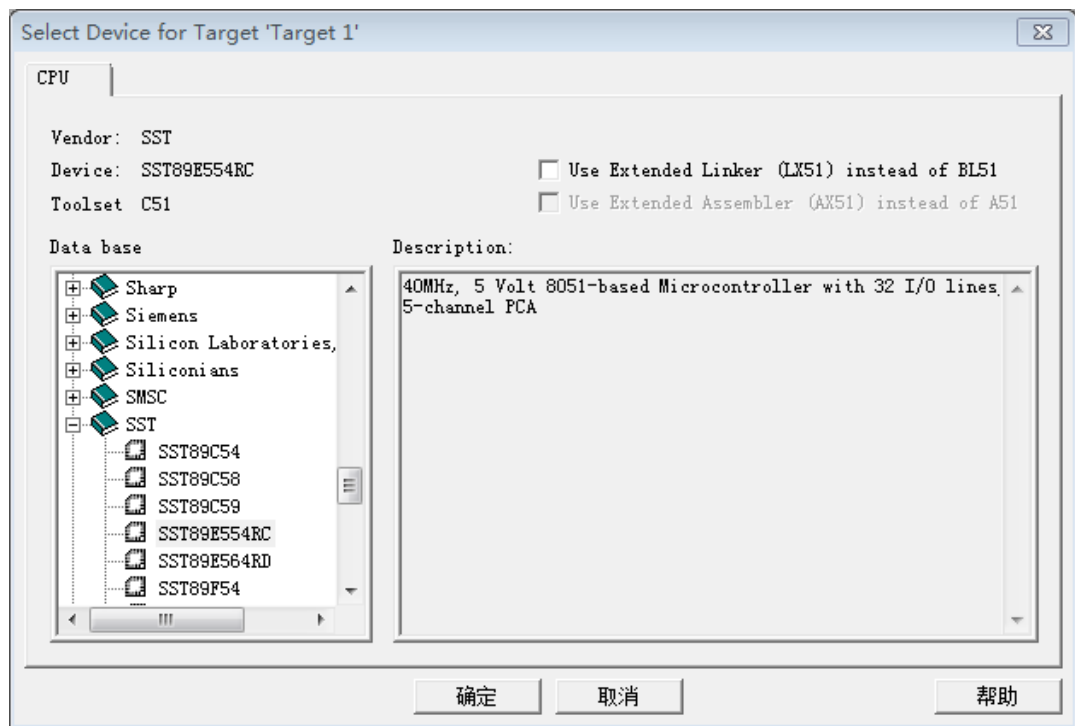

图2-1-3 器件选择对话框
(3) 工程建立完毕后， μ Vision3 会马上弹出如图2-1-3 所示的器件选择窗口。器件选择的目的是告诉 μ Vision3 使用的80C51 芯片的型号是哪一个公司的哪一个型号，不同型号的51 芯片内部资源是不同的。此时选择SST 公司的SST89E554RC。另外，可以选择Project 下拉菜单中的“Select Device for Target ‘Target 1’”命令来弹出图2-1-3 所示的对话框。